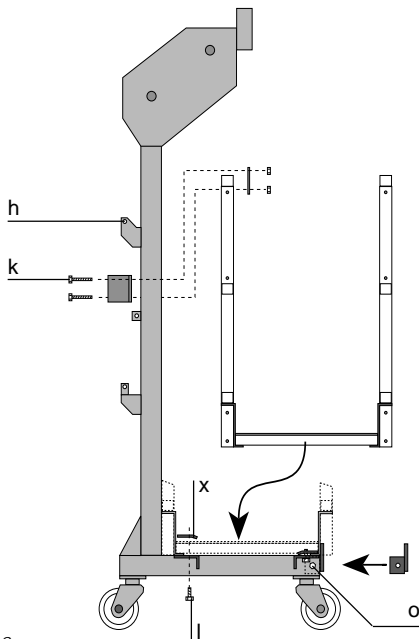

Fig. 1.13
- Dévisser les pattes de fixation (x) en bas de l'étrier et placer la plate-forme sur l'étrier (Fig. 1.13).
- Introduire la butée avant dans l'étrier et la fixer avec vis + écrou (Fig. 1.13).